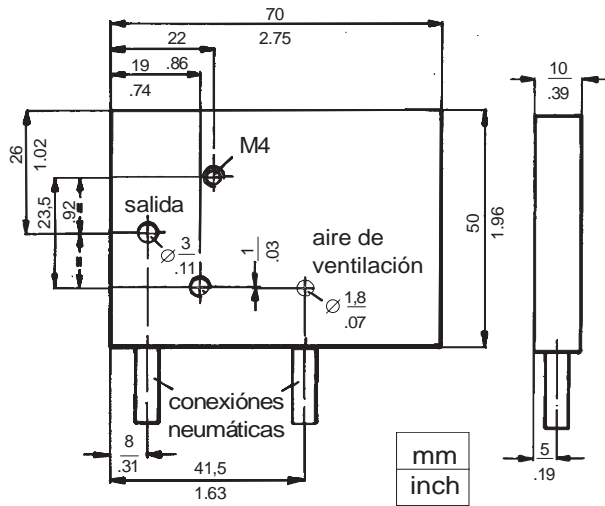
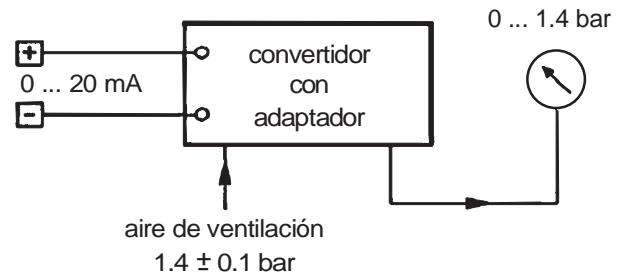

Fig. 26: Adaptador de prueba para convertidor I-p
Fig. 27: Circuito de prueba para convertidor I-p
Para poder comprobar y ajustar el convertidor I-p se necesita un adaptador, el cual puede ser construido por uno mismo según lo ilustrado en la fig. 26. Además se requiere las siguientes herramientas:
- Conectar el convertidor I-p al adaptador (fig. 26) y establecer las conexiones como ilustrado en fig. 27.